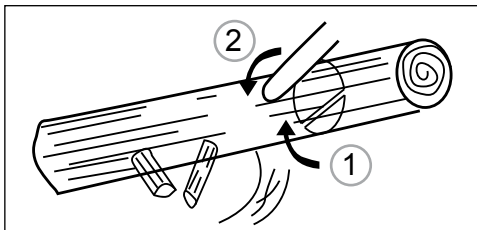

Рис. 11
2. В случае когда ствол лежит на опоре одним концом, сначала выполните срез снизу до $1/3$ диаметра ствола во избежание раскалывания. Затем закончите срез сверху так, чтобы он совпал с первым срезом, избегая заклинивания (рис. 11).